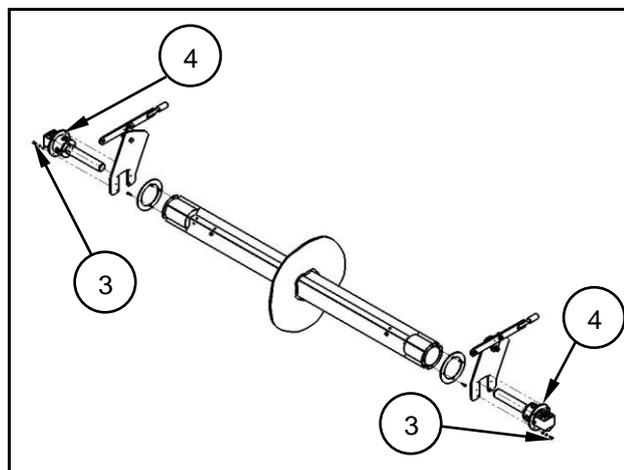

Fig. 6.3
- Befestigungsschrauben (3) des Motorträgers (4) lösen und entfernen (Fig. 6.3).